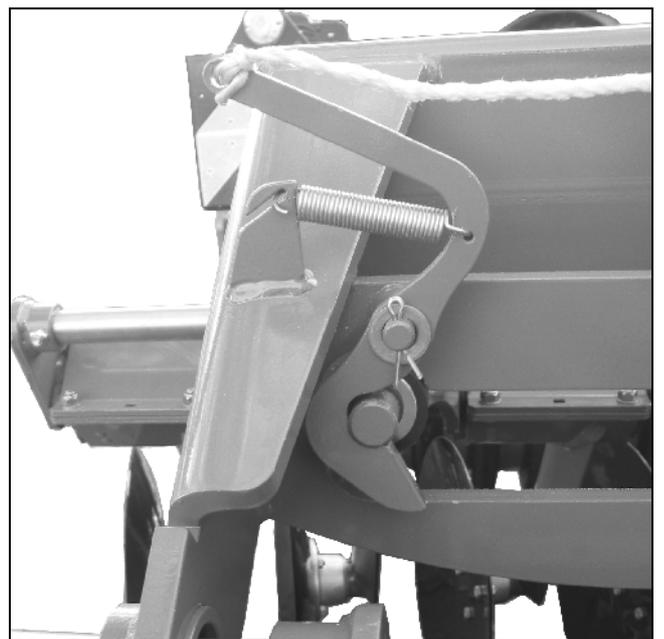

Fig. 9
- **Catros 3001 y 4001:** ¡Sobre el campo marchar con el aparato algo hacia atrás hasta que las hileras de discos se bloqueen en posición de transporte! (Fig. 9 – Posición de bloqueo).